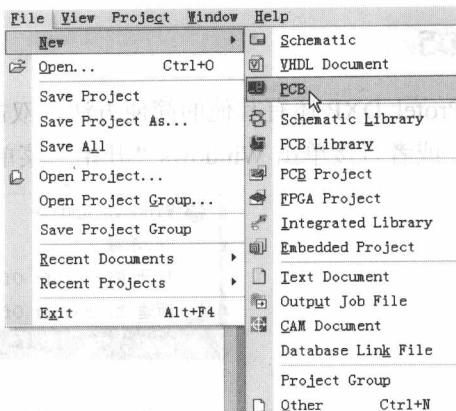

图 1-7 执行菜单命令“File\New\PCB”
4. 创建新的 PCB 设计文件。执行菜单命令“File\New\PCB”，创建一个空的 PCB 文档，如图 1-7 所示。系统自动把 PCB 文件命名为“PCB1.PcbDoc”，并归并到 PCB 设计文件包内，如图 1-8 所示。